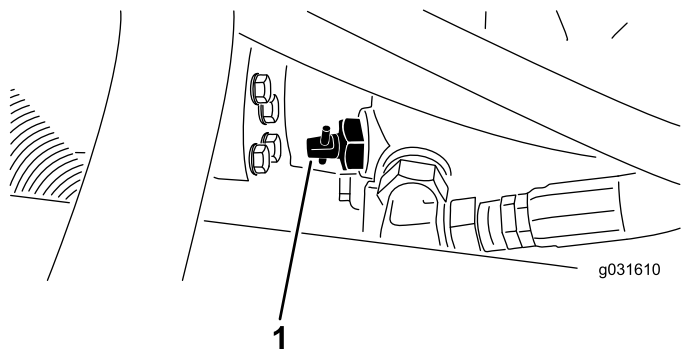

Bild 31
1. Suchen Sie das Sicherheitsventil an der Pumpe (Bild 31) und lösen Sie es durch Drehen um 90° (1/4 Umdrehung).